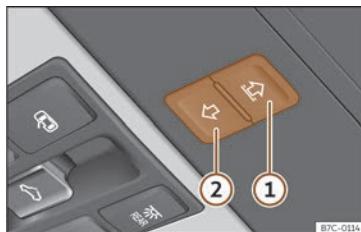

**Fig. 85** Dans le ciel de pavillon : touches du store pare-soleil.
Les touches » fig. 85 ① et ② possèdent deux niveaux. Le premier niveau permet d'ouvrir ou fermer entièrement ou partiellement le store pare-soleil.
• *Store pare-soleil* : dans les 5 secondes à partir de l'activation de la fonction anti-pincement, appuyez sur la touche **fig. 85**  jusqu'à ce que le store se ferme complètement.